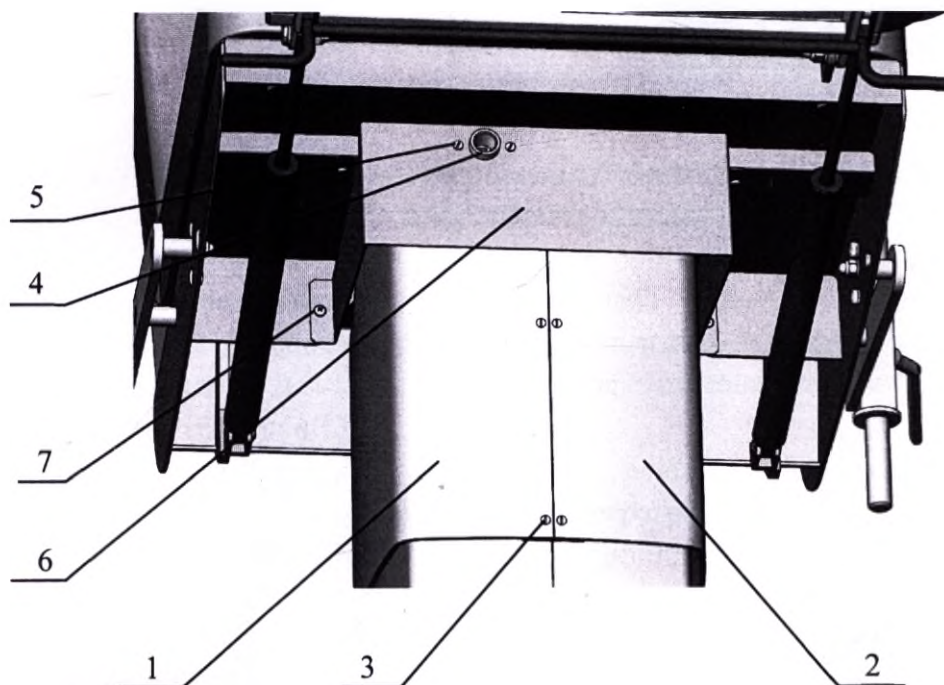

Рисунок 11. Снятие кожухов.
10.11.1 Для более удобного доступа к элементам конструкции переведите кресло в верхнее положение. Отключите кресло от сети и отсоедините пульт от пультового разъема 4 (Рисунок 11).